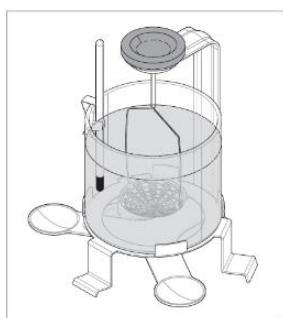

Figura 4.2-1
- Suspenda una cesta portaobjetos adecuada del soporte para asegurarse de que no toca la pared del matraz ni el termómetro\*. Si aparece la señal de carga insuficiente, utilice el peso de compensación tal y como se describe en el Capítulo 1 (consulte la figura 4.2-1 como ejemplo).